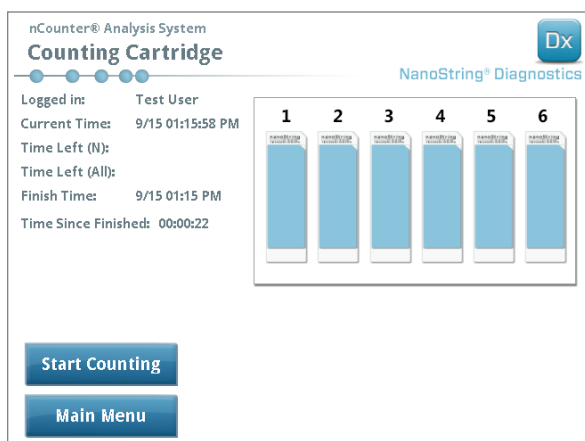

FIGURA 6.8: schermata di conteggio delle cartucce con sei cartucce completate
7. Quando termina la scansione di una cartuccia, all'utente viene inviata una notifica via e-mail e la schermata di elaborazione cambia, in modo da rispecchiare che l'elaborazione della cartuccia è stata completata (**FIGURA 6.8**). Una volta ricevuta l'e-mail di notifica del completamento della scansione, estrarre la cartuccia. In caso di errore dello strumento, o se i referti non sono disponibili, conservare la cartuccia in una scatola opaca (per proteggerla dalla luce) a una temperatura di 4 °C per un tempo massimo di una settimana. Per ricevere assistenza, contattare dxsupport@nanosttring.com.